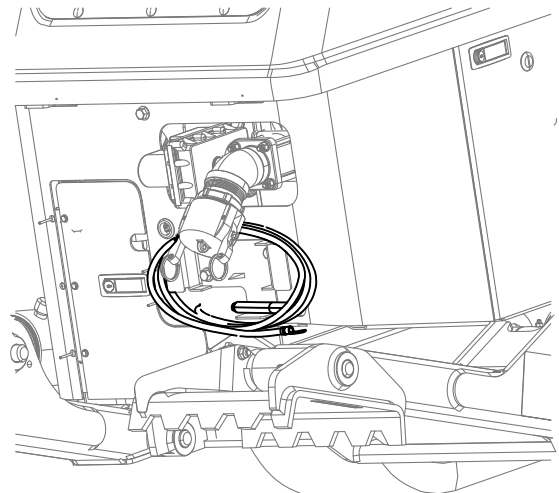

Bild 49
1. Nehmen Sie das Erdungskabel am Heck der Maschine aus der Lagerungsstellung (**Bild 49**).
9. Lagern Sie den Erdungsstab im Halter am Heck der Maschine (**Bild 49**).